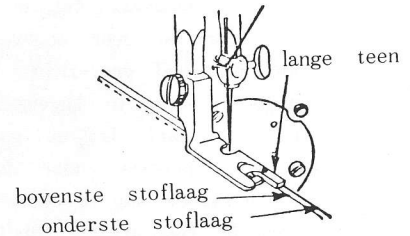

Fig. 30
- 1) Leg 2 stukken stof op elkaar, zo dat de goede kant bij elkaar zijn. De rechterkant van de onderste stuk moet ca. $\frac{1}{3}$ cm. uit-steken voorbij de rechterkant van de bovenste stoflaag (zie Fig. 30).